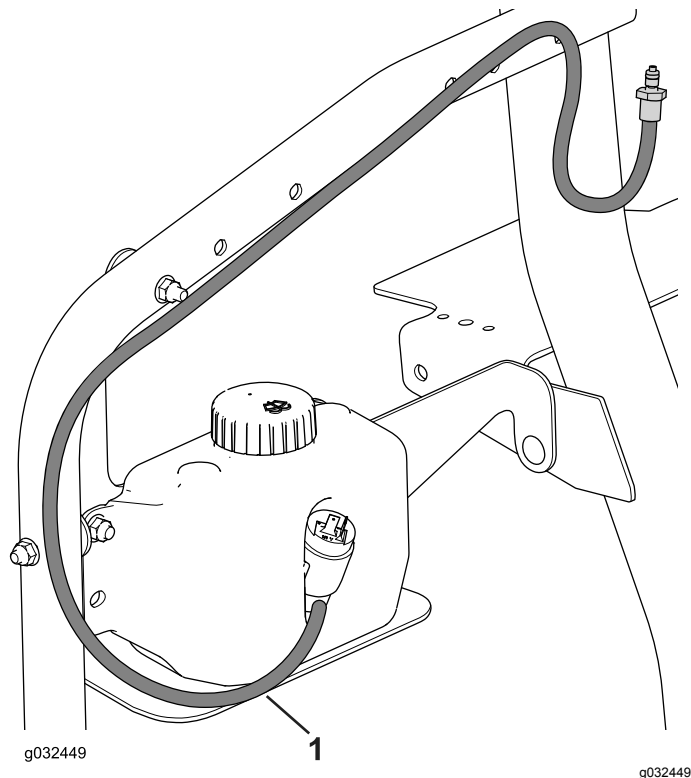

Bild 32
5. Befestigen Sie die Scheibenwaschanlagenleitung an der Scheibenwaschanlagenflasche und befestigen sie mit Kabelbinden am Rahmen (Bild 32).